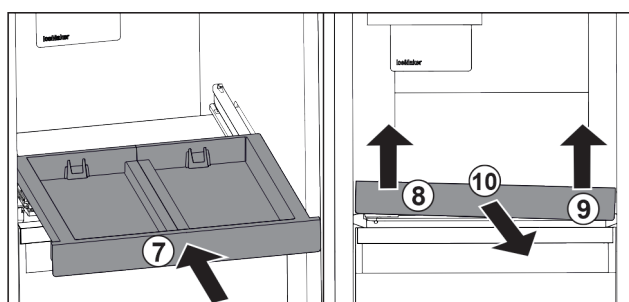

Fig. 20
- ▶ Inșerați raftul extractibil. Fig. 20 (7)
- ▶ Ridicați raftul extractibil din față stânga. Fig. 20 (8)
- ▶ Ridicați raftul extractibil din față dreapta. Fig. 20 (9)
- ▶ Extrageți raftul extractibil spre înainte. Fig. 20 (10)